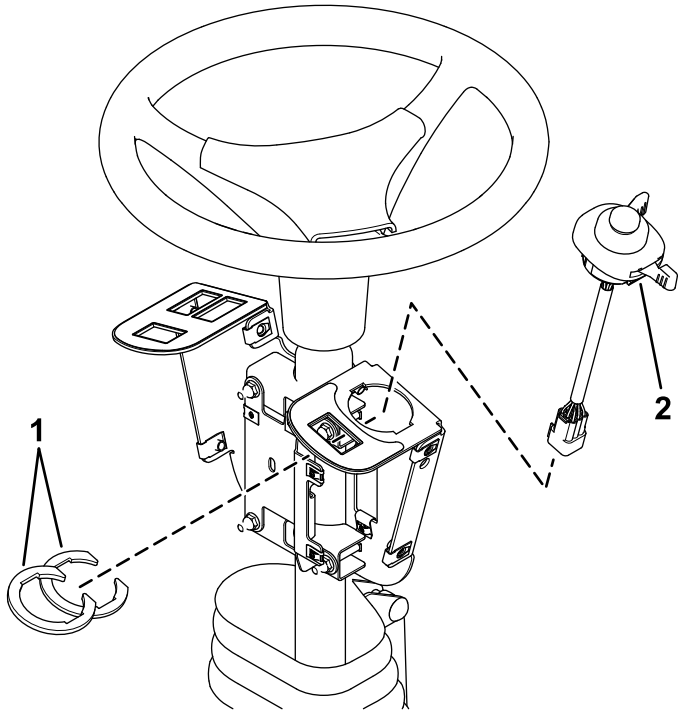

図 5
2. スイッチマウントに、多機能スイッチを取り付ける。スイッチ取り付け穴の下からスイッチクリップで固定する **図 5**。